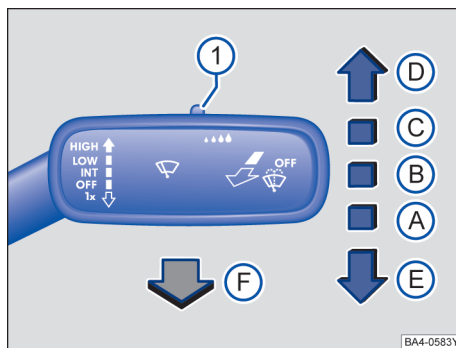

图 92 操作车窗玻璃刮水器
- ①** 使用开关 → 图 92①调节雨量传感器的灵敏度。
- 向下短按车窗玻璃刮水器操作杆 → 图 92 ⑤。